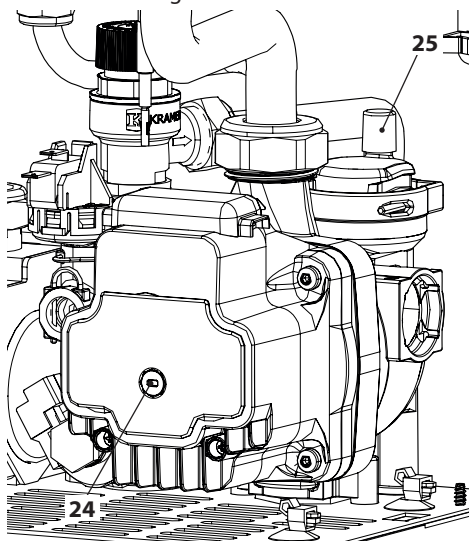

Figura 6.3
- Allentare il tappo della valvola di sfianto automatica 25 in Figura 6.3.
- Togliere il tappo 24 in Figura 6.3 e sbloccare la pompa ruotando il rotore con un cacciavite.